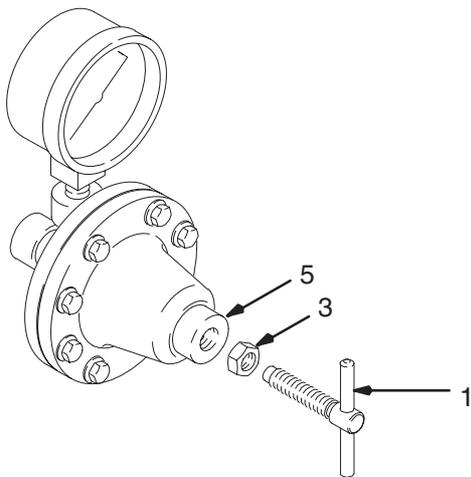

Fig. 3
3. Gire la llave de ajuste (1) *en el sentido de las agujas del reloj* para aumentar la presión de fluido. Vea la Fig. 3. Ajuste hasta obtener el chorro de pulverización deseado. *Antes de reducir la presión del regulador, libere parcialmente la presión en la manguera de la pistola para garantizar que se obtiene una lectura correcta en el manómetro. Apriete la contratuerca (3) a la tapa del regulador (5) para fijar el ajuste de presión.*
- b. Gire la llave de ajuste (1) en el sentido de las agujas del reloj para abrir la válvula del regulador hasta obtener el caudal y la presión de salida deseados para el lavado. Vea la Fig. 3.
3. Gire la llave de ajuste (1) en sentido contrario a las agujas del reloj hasta que se alivie la tensión del muelle (Fig. 3).